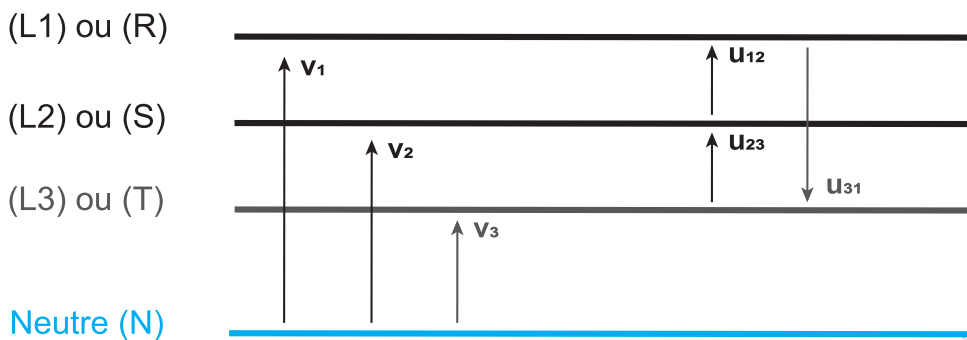

Figure 7
2.1. En se référant à la figure 7 et en appliquant la loi des mailles, exprimer les tensions composées u_{12} , u_{23} , u_{31} en fonctions des tensions simples v_1 , v_2 et v_3 .